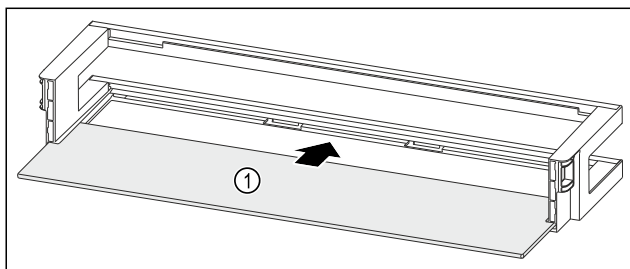

Fig. 92 Dørhylde med hylde
- Skub hylden Fig. 92 (1) ind i udsparringerne i siden.